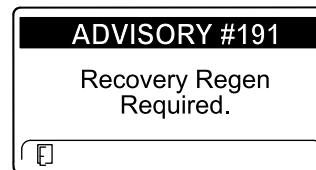

Figura 47
- AVISO N° 191 – Regeneración estacionaria necesaria – Toma de fuerza deshabilitada (Figura 47).